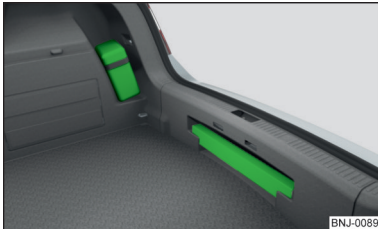
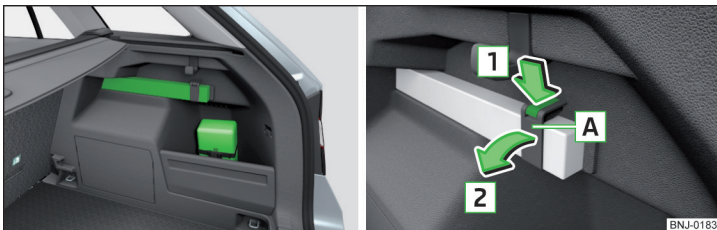

Abb. 166
Abb. 167 Verbandskasten und Warndreieck - Variante 2 / Befestigungsband lösen
Der Verbandskasten kann mithilfe eines Spannbands an der rechten Seite des Gepäckraums befestigt werden » Abb. 166 bzw. » Abb. 167.
Das Warndreieck kann in die Verkleidung der Rückwand eingeschoben werden » Abb. 166.
Das Warndreieck kann in die Verkleidung an der rechten Seite des Gepäckraums eingesetzt und mit dem Befestigungsband gesichert werden » Abb. 167.
- Die Verriegelung am Band in Pfeilrichtung **1** drücken » Abb. 167.